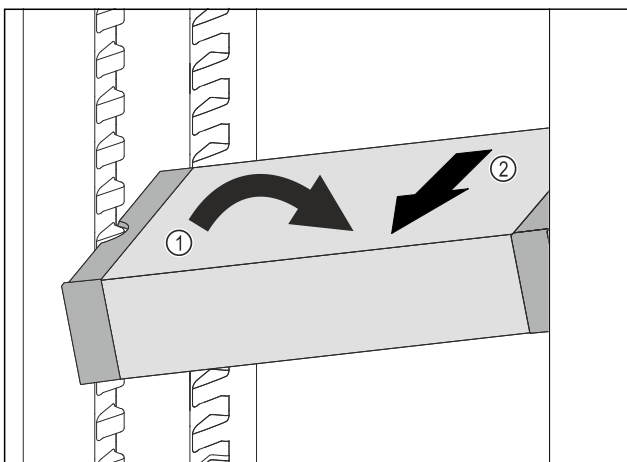

Fig. 124
- ▶ VarioSafe im Kühlteil schräg stellen. Fig. 124 (1)
- ▶ VarioSafe nach vorne entnehmen. Fig. 124 (2)